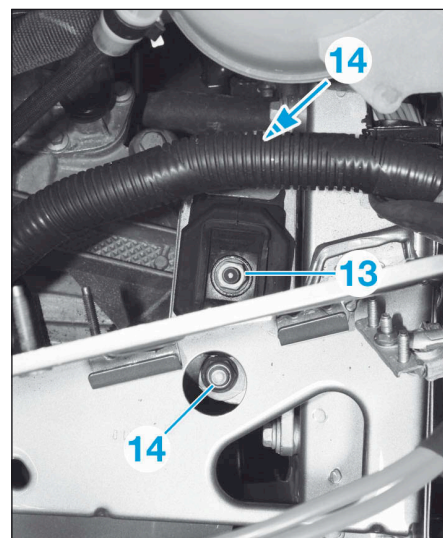

FIG.63
- Déposer l'écrou (13) d'axe de silentbloc de boîte de vitesses (Fig.63).